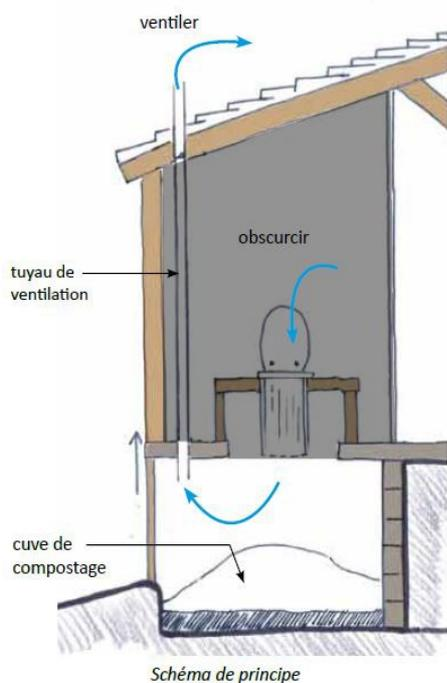

Fig. 12 : Schéma de principe du système de toilette sèche gravitaire. Par l'équipe de Pierre & Terre.
- Les caractéristiques des toilettes sèche : il s'agit souvent du modèle gravitaire auto-construit (Fig. 12).